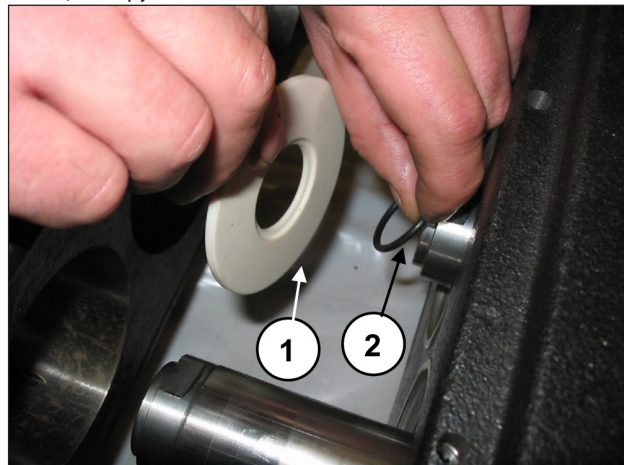

Рис. 2
Снимите три брызговики вместе с уплотнительными кольцами круглого сечения (поз. ① и ②, Рис. 2).